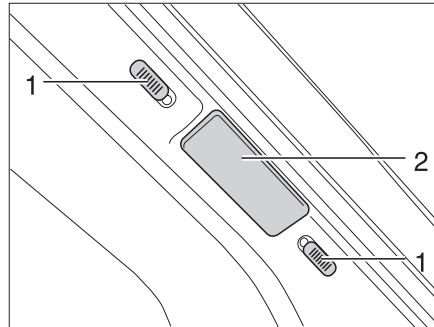
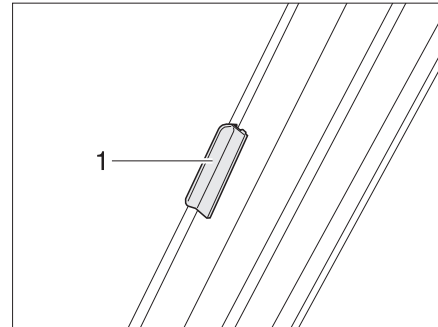

Fig. 25 Bloqueo estor plegable luna delantera
Fig. 26 Bloqueo estor plegable luna delantera
- Empujar ambas mitades del estor plegable para la luna delantera en el tirador (Fig. 25,2 y Fig. 26,1) hacia afuera, hasta el tope.
- Empujar los botones de bloqueo (Fig. 25,1) hacia abajo o hacia arriba. Cuando se vea el punto rojo, estará abierto el bloqueo.